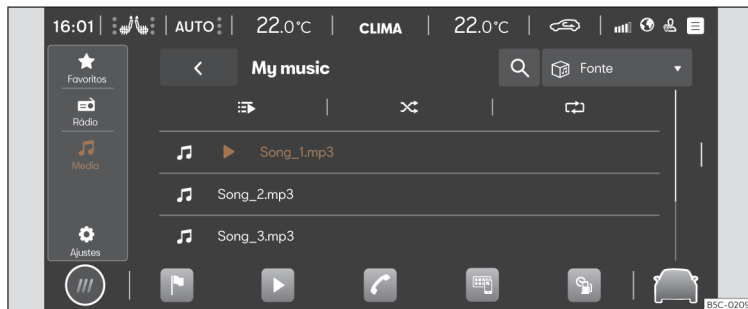

Fig. 167 Esquema: Vista Multimédia.
- Pressione **HOME** > ► > 🎵 >>> **Fig. 167**.